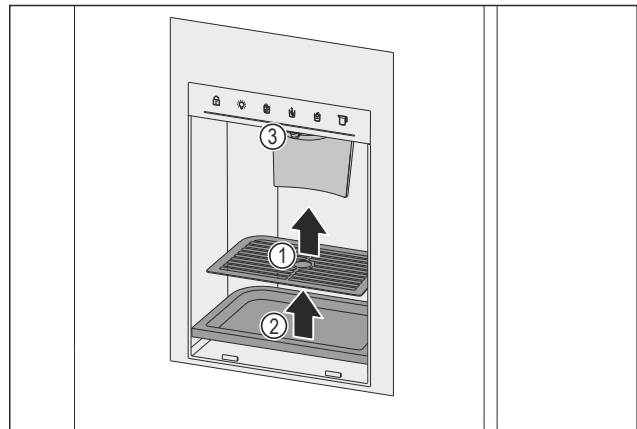

Fig. 154 Entnahme Tropfgitter und Tropfschale
- ▶ Tropfgitter Fig. 154 (1) entnehmen.
- ▶ Tropfschale Fig. 154 (2) entnehmen.
- ▶ Auslass Fig. 154 (3) und Umgebung mit einem weichen, sauberen Tuch, lauwarmem Wasser und etwas Spülmittel reinigen.